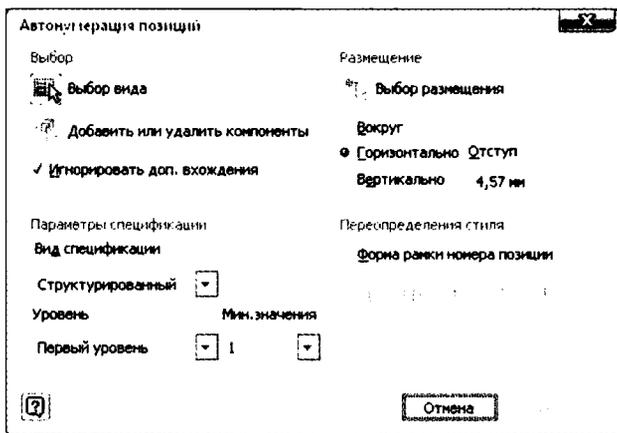

Рис. 6.18. Диалоговое окно Автонумерация позиций
Этот инструмент работает несколько иначе, потому что он сразу откроет диалоговое окно (рис. 6.18). В этом диалоговом окне очень много опций для определения, какая информация приоритетна для введения в номер позиции.
3. Щелкните на чертежном виде, если кнопка **Выбор вида** зажата (см. рис. 6.18). Это активирует кнопку **Добавить или удалить компоненты**.